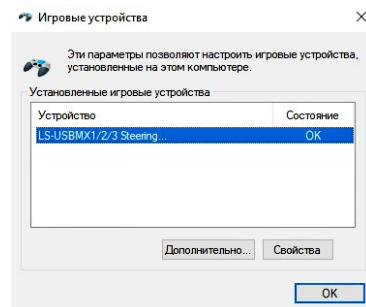

Рис. 5
- Зайдите в меню «панель управления», далее щелкните по значку «устройства и принтеры», в открывшемся окне выберите ярлык «LS-USBMX 1/2/3 Steering Wheel W/Vibration», правой кнопкой мыши выберите «Параметры игровых устройств управления» (Рис. 5)